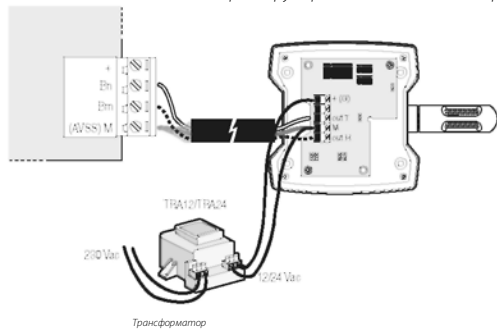

Рис. 5
- необходимо предусмотреть базовую изоляцию от сети питания контроллера, к которому подключен датчик. Во избежание ошибок из-за влияния тока питания, можно использовать дополнительное питание через внешний трансформатор (Рис. 5, код трансформатора TRA12VDE00 или TRA2400001).
- чтобы снизить уровень помех от электропитания (для моделей датчиков БЕЗ оптической изоляции), можно использовать дополнительное питание через внешний трансформатор (пример см. на Рис. 5, коды трансформаторов TRA12VDE00 и TRA2400001). Трансформатор не заземляется и может размещаться внутри панели управления, что позволяет устранить помехи от электропитания. В системах с несколькими сетевыми датчиками каждый датчик должен запитываться через отдельный трансформатор. При таком подключении максимальное расстояние между датчиками составляет 100 м (Рис. 4), а общая дистанция подключения - 500 м.